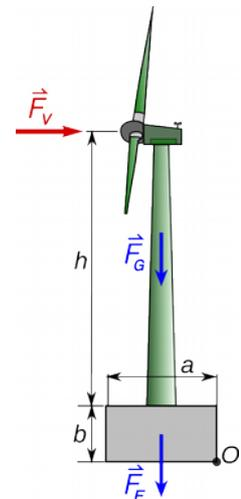

Fig. 48
4. Bei einem kleinen Windgenerator (siehe Fig. 48) rechnet man mit einer maximalen Windkraft von 4000 N. Die gesamte Masse des Generators samt Mast beträgt 620 kg. Die im Bild angegebenen Abmessungen sind: